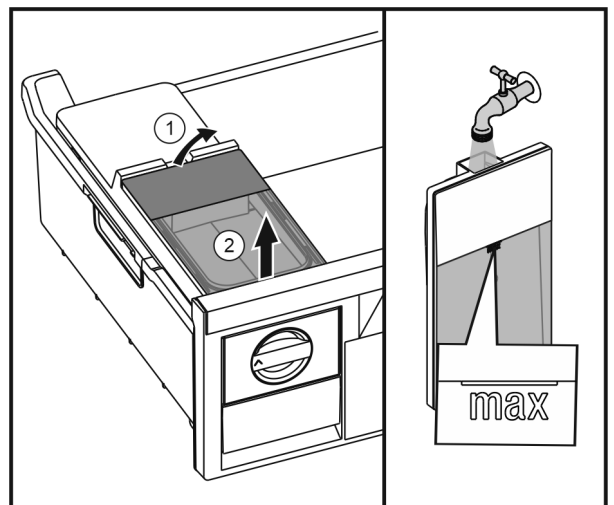

Fig. 45
- Sollevare il serbatoio dell'acqua da dietro Fig. 45 (1) e rimuoverlo sollevandolo Fig. 45 (2).